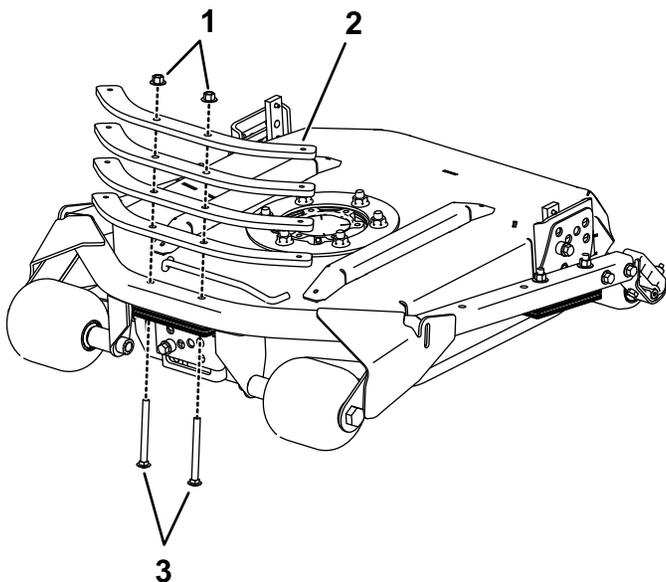

Figure 2
2. Placez les contrepoids au-dessus du cadre tubulaire et installez les longues vis de carrosserie du kit assorties des écrous que vous avez retirés à l'opération 1 (Figure 2).